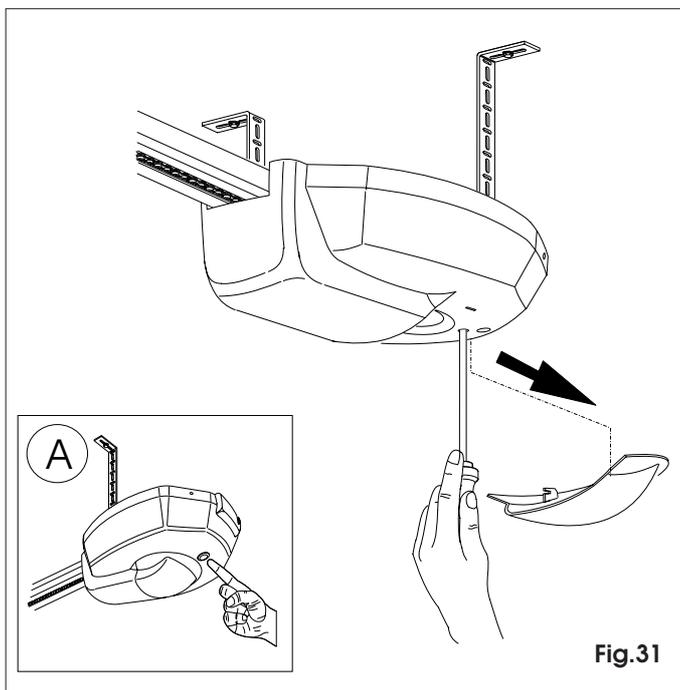

Fig.31
Deslicen el plafón en el sentido indicado por la flecha (fig.31).
**ATENCIÓN: Si durante la fase de setup, al presionar el pulsador de OPEN (véase fig.31 ref. A) el operador no efectúa ningún movimiento, comprueben que el cárter esté bien colocado.**